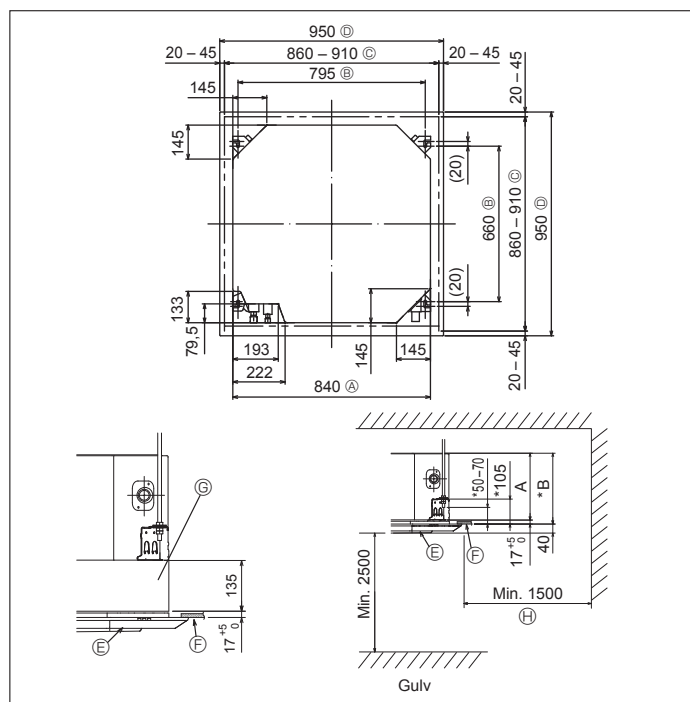

Fig. 3-2
3.2. Åbninger mod loft og placering for installation af suspensionsbolt (Fig. 3-2)
* Dimensionerne på åbningerne i loftet kan reguleres inden for det i Fig. 3-2 viste område. Hovedenheden centreres i forhold til åbningen i loftet, således at mellemrummet mellem enhedens sider og loftkanterne er ens på alle sider.